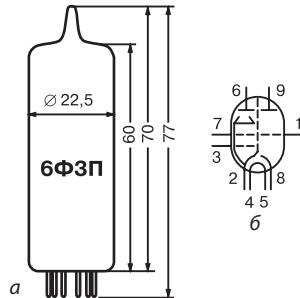

Рис. 2.73. Лампа 6Ф3П:
**Лампа 6Ф3П (рис. 2.73)** предназначена для работы в усилителях низкой частоты и блоках кадровой развертки телевизионных приемников.